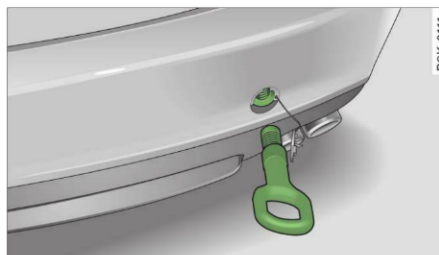

Fig. 253 Bara de protecție spate: Înșurubarea inelului de remorcare
- Apăsați capacul în partea de jos printr-un avânt scurt și puternic ⇒ fig. 253. Capacul se desprinde din bara de protecție.